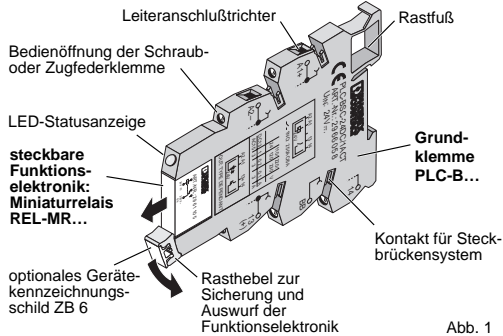

Abb. 1
- b) dem steckbaren Miniaturrelais REL-MR... (siehe Abb.1).